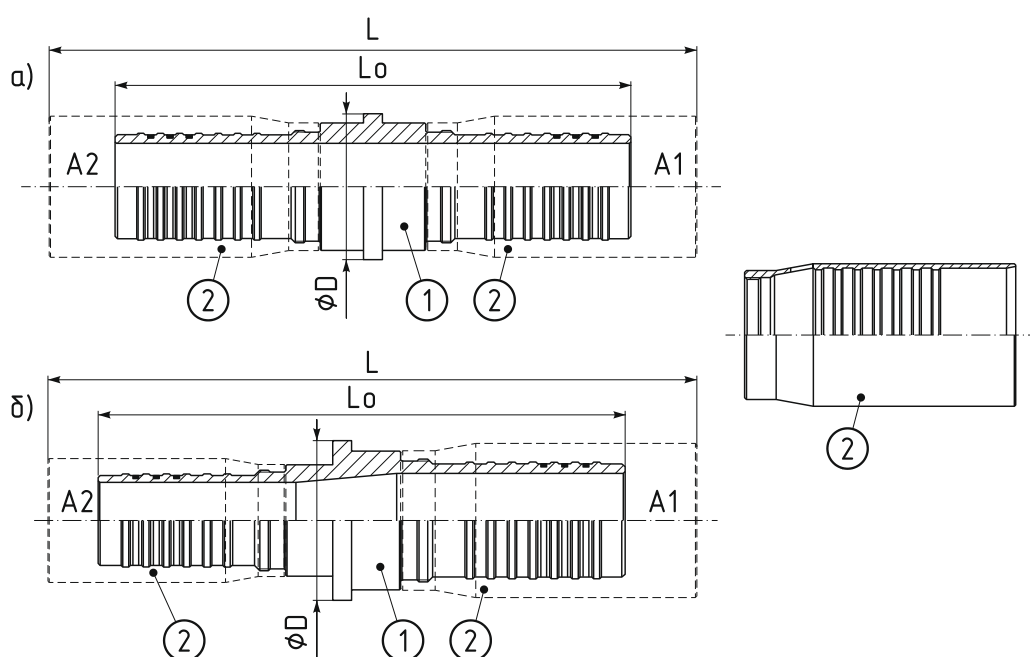

Рис. 2.3.1. Муфта обжимная КОРДФЛЕКС
- муфта обжимная КОРДФЛЕКС (см. рис. 2.3.1);